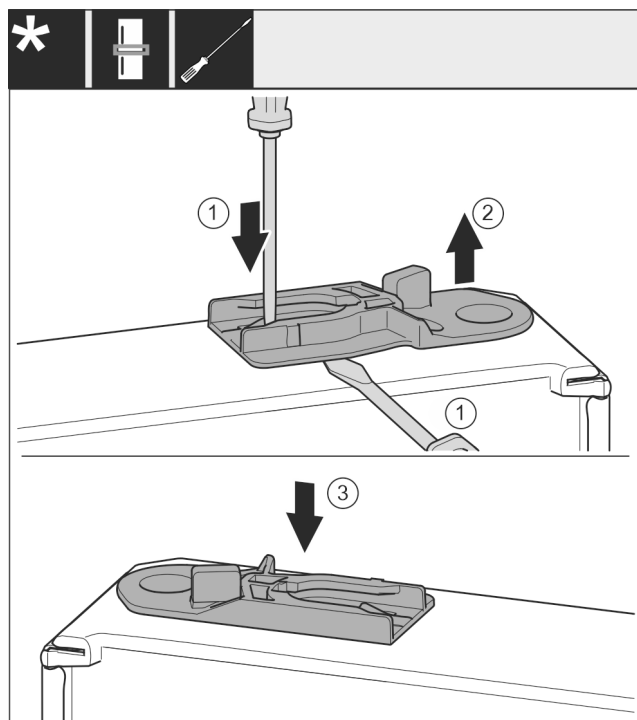

Fig. 52 *
- Vytáhněte vodící pouzdro: Stiskněte jazýček Fig. 52 (1) šroubovákem a současně plochým šroubovákem zajedťte pod vodící pouzdro Fig. 52 (2).*
- Vodící pouzdro Fig. 52 (3) přiložené v příslušenství zasuňte na druhé straně pláště.*